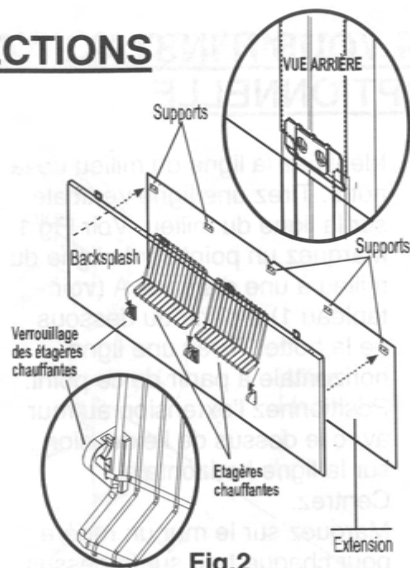

Fig.2
- 3) Glissez les protections Backsplash sur les supports sur le mur (voir Fig 2)
- 7) Installez les deux étagères chauffantes sur les verrouillages prévus à ce effet (voir Fig 2). Testez la fonction des étagères en élevant, tournant et contrôlant le verrouillage et que les positions haute et basse.